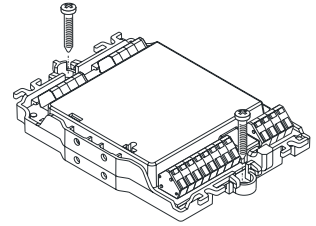

Fig. 2
- On a plane surface (Fig. 2)
5. Use two M3 x 12 screws to fit the module in the housing (Fig. 2).
1. Secure input/output module with two screws on a plane surface (Fig. 2).
- Auf einer planen Oberfläche (Fig. 2)
- Montieren Sie den Baustein mit zwei Schrauben M3 x 12 im Gehäuse (Fig. 2).
- Befestigen Sie den Ein-/Ausgabebaustein mit zwei Schrauben auf einer planen Oberfläche (Fig. 2).